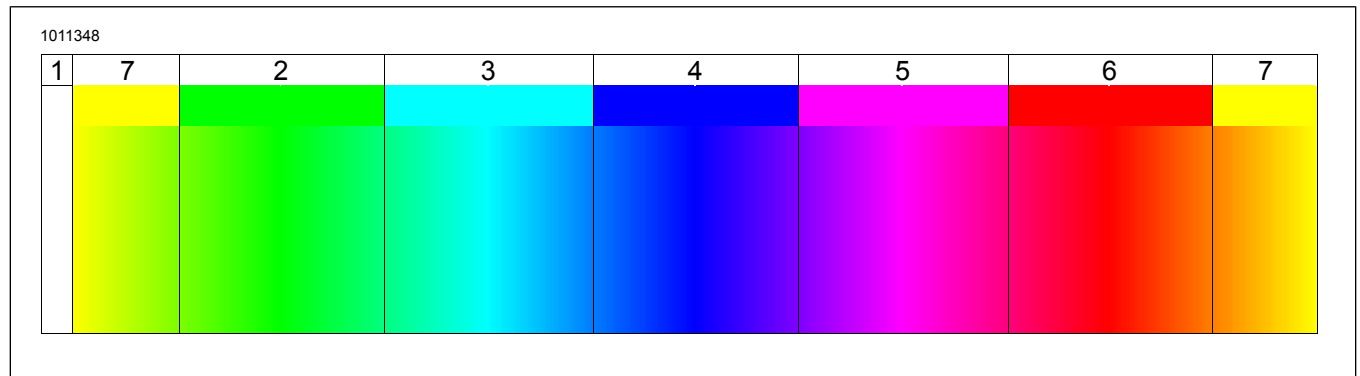

Figura 4. Espectro de cor
- Veja a figura 4. Estão disponíveis sete zonas de cores predefinidas. Cada uma com um número de sombras: